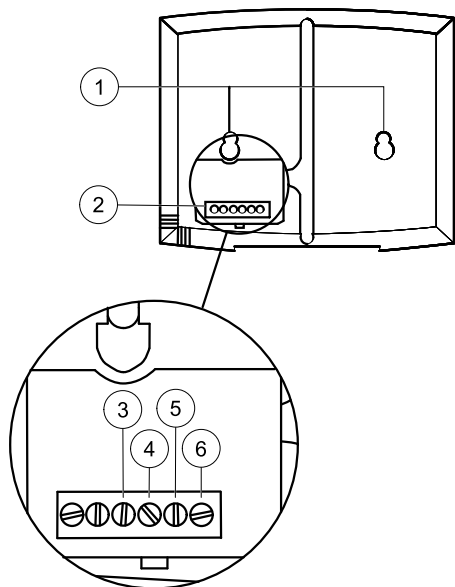

Рис. 15 Электрические соединения пульта управления
Панель управления поставляется присоединенной к контроллеру Corrigo, расположенному в соединительной коробке. Длина кабеля — 10 м. Чтобы отсоединить пульт управления от сигнального кабеля, можно отсоединить провода на его задней части (рисунок 15).
2. При необходимости просверлите в стене два отверстия для подвешивания шкафа автоматики (межцентровое расстояние — 60 мм) (поз. 1, рисунок 15).